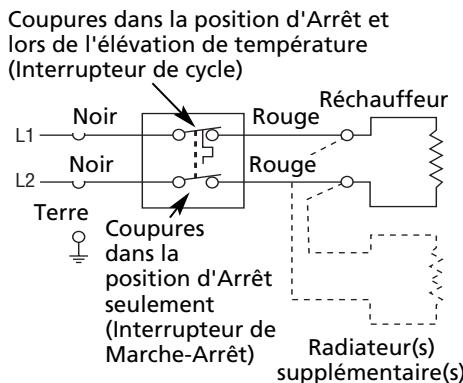

Figure 13 – 3UG32D Raccords de câblage du thermostat
4. Raccorder le thermostat à la plinthe chauffante et le câblage d'alimentation selon les indications du schéma de câblage (Figure 13) en utilisant les tailles de coincéurs à câbles qui conviennent, figurant dans la liste.